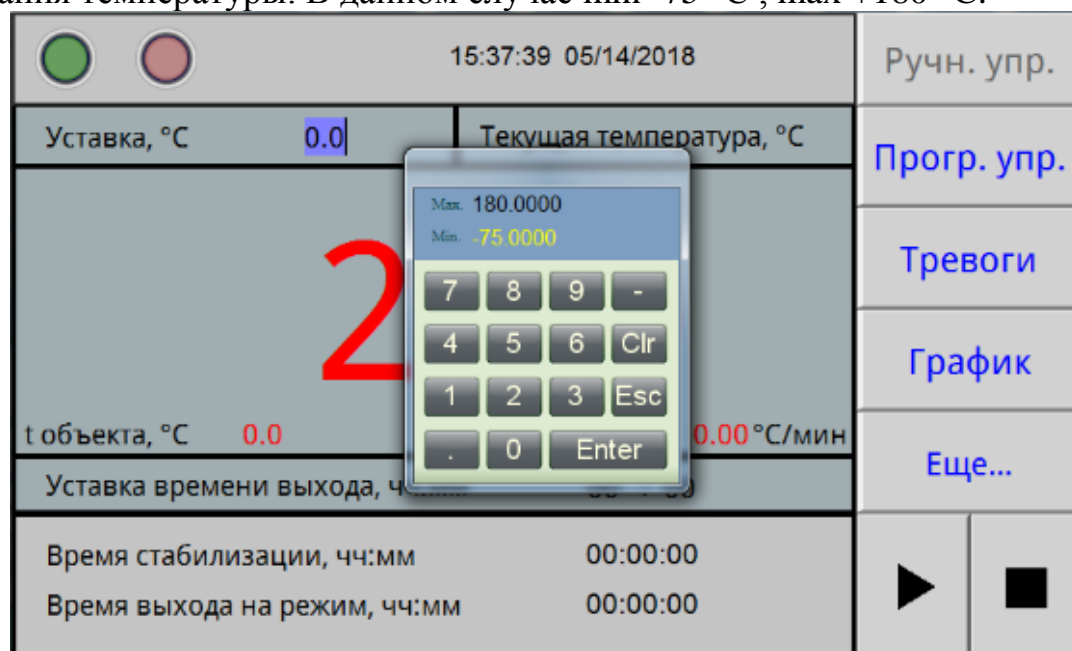

Рисунок 5
8.3 Для задания температуры уставки необходимо нажать поле на экране, в данном случае поле напротив надписи «Уставка». На экране появится вспомогательное окно ввода цифровой информации (рисунок 5). Набрать число, соответствующее задаваемой температуре. Для ввода температуры нажать на вспомогательном окне кнопку «Enter». На вспомогательном окне указан доступный диапазон задания температуры. В данном случае min -75 °C , max +180 °C.